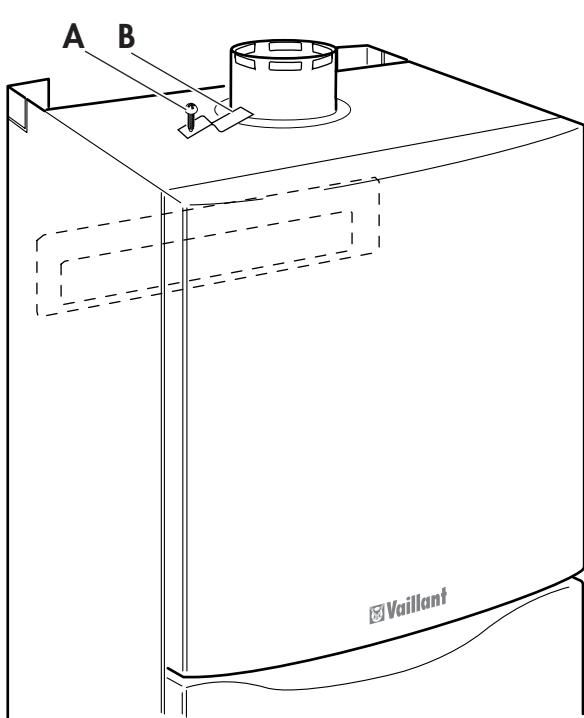

Рис. 2.2: Монтаж элемента присоединения к прибору
- Вставьте присоединительный патрубок (1) в патрубок отвода продуктов сгорания прибора и закрепите его согласно рис. 2.2 прилагаемыми винтами (A) и зажимами (B).